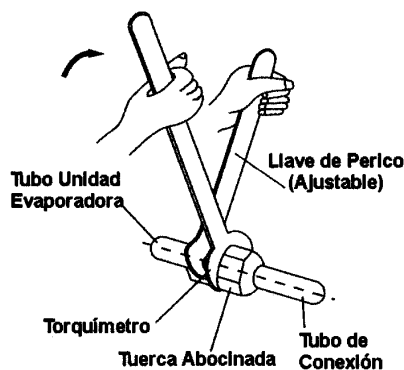

Figura 17
10. Apriete las tuercas abocinadas con un torquímetro y una llave de perico o llave inglesa. (Figura 17).